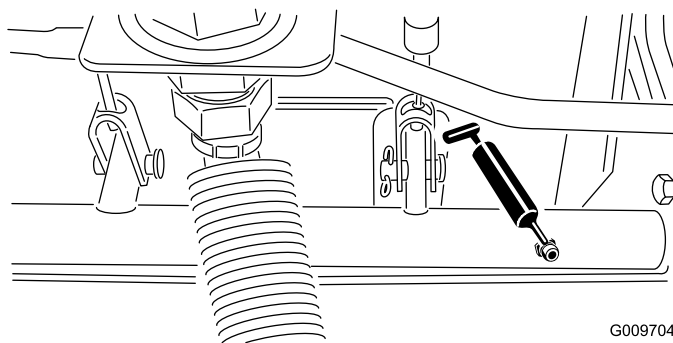

Figure 64
- Roulements d'axes de pivots de freins (5) (Figure 64)